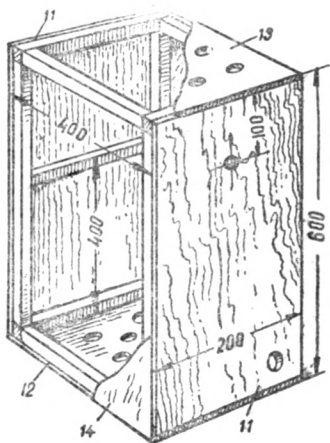

Рис. 22. Корпус стереоскопа.
Корпус-ящик прибора сделайте по рис. 22 из фанеры и брусков сечением 20×20 мм. Сначала подготовьте боковые стенки (11), к ним прибейте дно (12), верхнюю (13) и заднюю стенки. Передняя стенка (14) должна быть съемной и крепить ее к корпусу нужно шурупами.